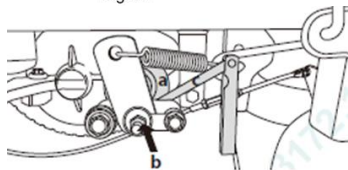

Fig.29
2. În timp ce mișcați discul de frână (a) înainte și înapoi, strângeți încet piulița (b) până când discul nu se mai mișcă. (Fig.29)